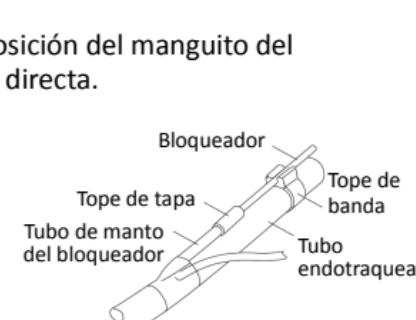

Fig. 7
5. Gire al paciente de lado, compruebe la posición del manguito del bloqueador bajo broncoscopia, y fije el eje bloqueador en el tubo endotraqueal utilizando el tope de banda (Fig. 7).
2. Encaje el bloqueador en el tope de la banda del tubo endotraqueal (Fig. 7).